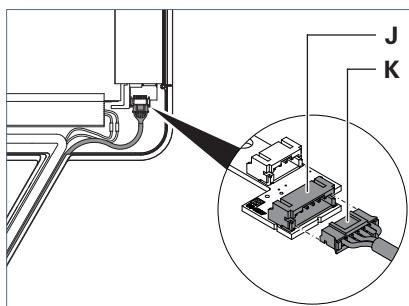

Fig. 6: Collegare la testa dell'apparecchio, parte 2.
- ▶ Collegare il portaconnettore a listello **K** con la morsettiera a perno **J** nella testa dell'apparecchio, vedere Fig. 6.